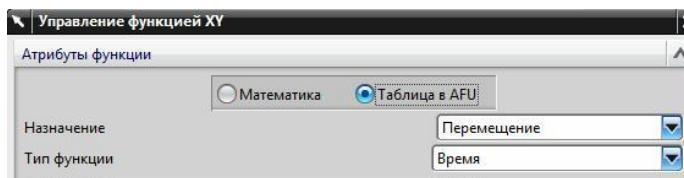
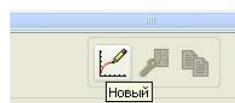

рис.82
рис.83
- Для этого в диалоговом окне рис.82 сразу включим переключатель *Таблица в AFU*.
- На первом этапе описания функции, в нижней части окна рис.82 мы выбираем пиктограмму создания новой функции (рис.83).